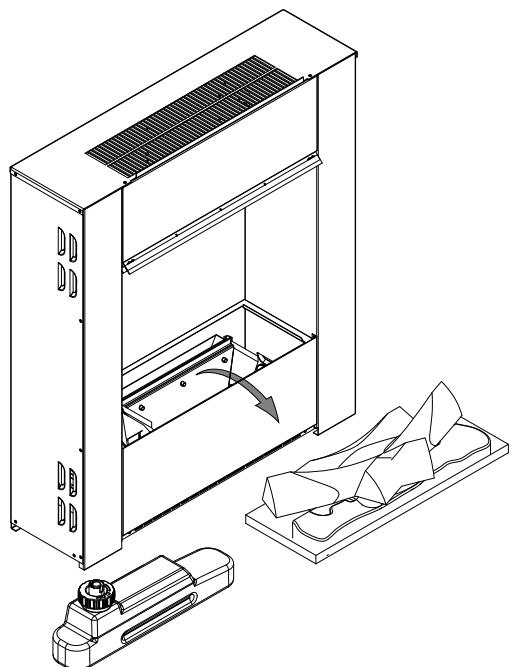
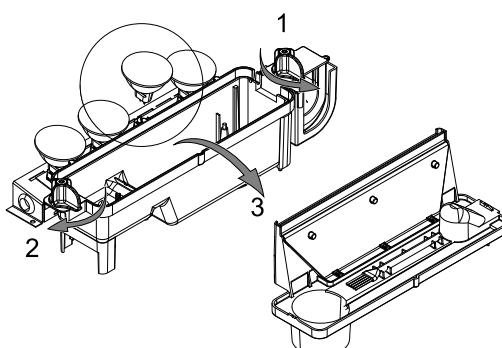

Fig.3
Fig.4
1. Haal, terwijl u het vlameffect aan laat staan, het brandstofbed en waterreservoir er uit (Zie Afb. 3) en haal het opzetstuk eruit. (Zie Afb. 4)
7. Verwijder de kapotte lamp door deze voorzichtig verticaal omhoog te tillen en uit de contactpennen van de lamphouder te trekken, (Zie Afb. 4 en 4a). Vervang deze door een Opti-myst, 12 V, 50 W, Gu5.3 basis, 8° stralingshoek, gekleurde lamp. (verkrijgbaar bij uw dealer of bij Faber International tel. 0513656500)
8. Plaats de twee contactpennen van de nieuwe lamp in de twee gaten van de lamphouder. Druk de lamp stevig op zijn plaats. (Zie Afb. 4 en 4a).